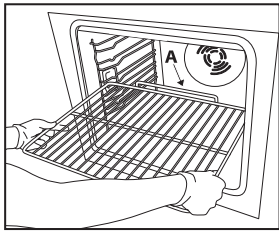

Fig. 1
1. Introduzca la parrilla en posición horizontal con la barra de tope "A" orientada hacia arriba (Fig. 1).